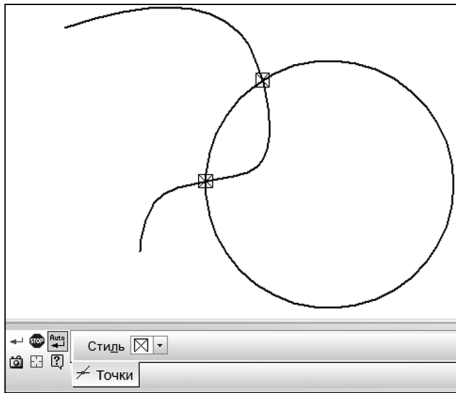

Рис. 10.3. Команда «Точки пересечения двух кривых»
- Кнопка **Точки пересечения двух кривых**  предназначена для построения всех точек пересечения двух кривых (рис. 10.3). Для этого необходимо выбрать сначала одну кривую, а затем другую кривую. Если включена кнопка **Auto**  на панели параметров, то можно выбирать следующую пару кривых для построения точек их пересечения. Если кнопка  отключена, то для указания новой пары кривых нужно нажать кнопку **Указать заново** .